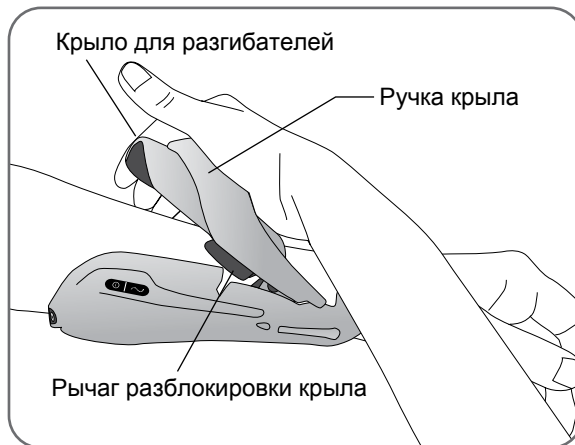

Рисунок 8-10. Опускание крыла для разгибателей
5. Потяните крыло для разгибателей наружу, одновременно нажимая на ручку крыла. См. рисунок 8-10. Толкайте крыло вниз, пока не прекратятся щелчки.